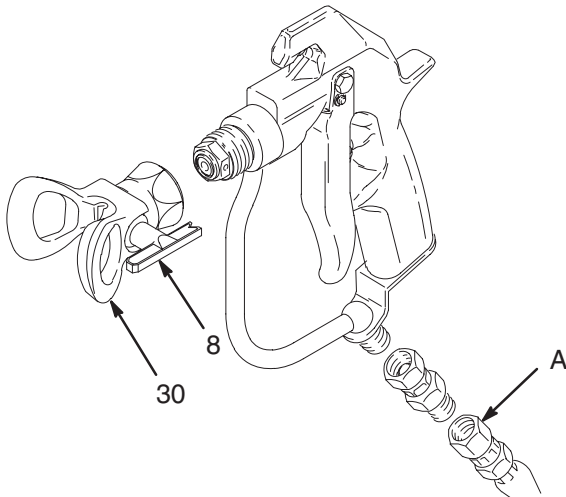

Fig. 2
1. Conecte una manguera del fluido (A) conductora eléctricamente en la entrada de la pistola. Vea la Fig. 2.
4. Instale el interruptor SwitchTip (8) y el protector de la boquilla (30). Siga las instrucciones del manual. Vea la Fig. 2.